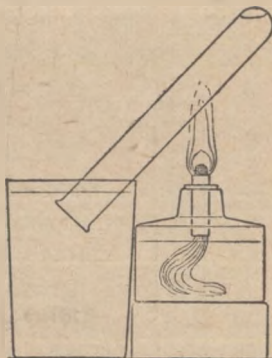

Рис. 39. Выделение из воды растворенного в ней воздуха.
*Задача 10*. Наполните свежей водой из водопровода или из колодца пробирку до верху, опустите в стакан с водой и нагревайте (не до кипения), как показано на рис. 39.